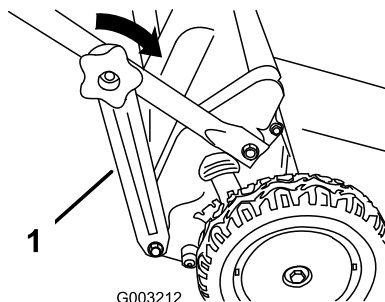

Figure 17
3. Montez les boutons de la partie inférieure du guidon et serrez-les au maximum à la main (Figure 17).